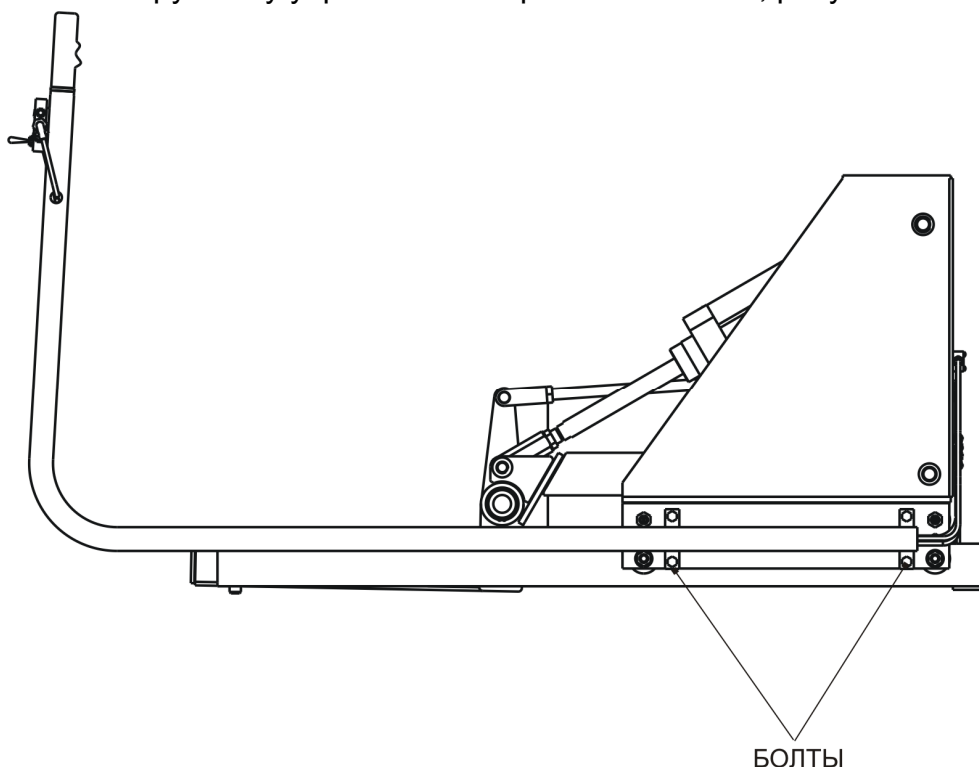

Рисунок 4.4
4.2.4 Установить рукоятку управления лифтом на 4 болта, рисунок 4.4.